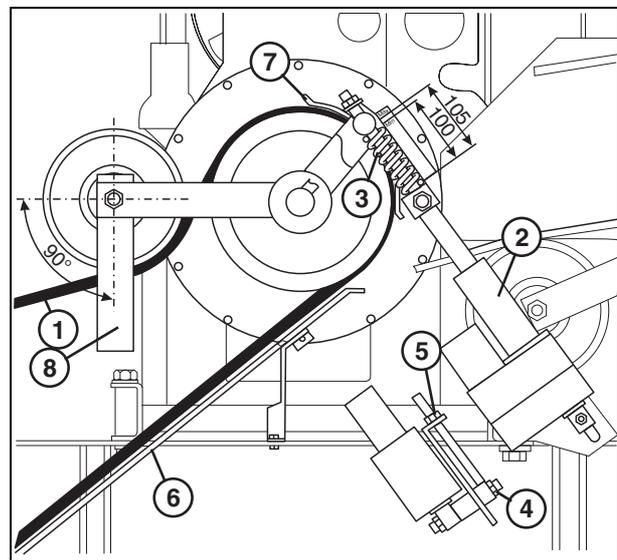

Рисунок 2
(Рис. 2)
Подъемники (8) ремня должны быть отрегулированы на $90^\circ \pm 1$, как показано на (Рис. 2).